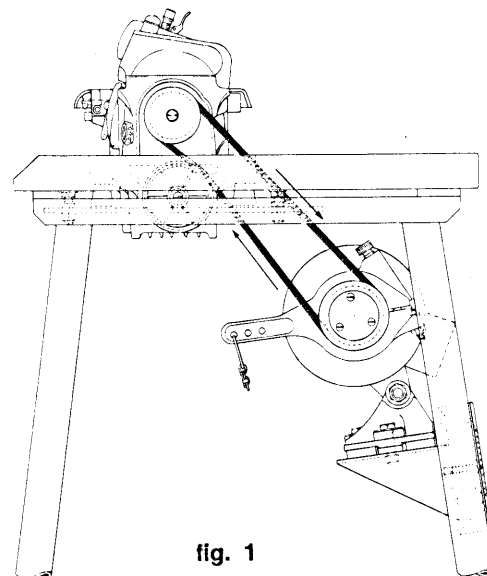

fig. 1
1. Montare la cinghia di trasmissione secondo lo schema (fig. 1).